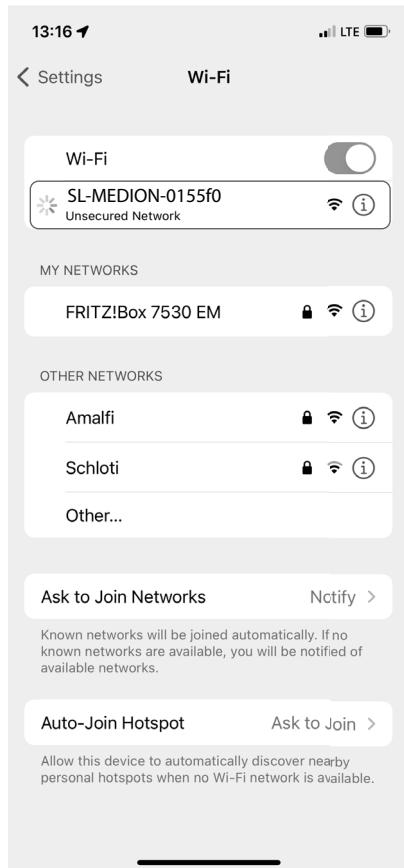

Fig. 9
- ▶ Sur votre smartphone/tablette, sélectionnez maintenant le réseau du robot aspirateur **SL-MEDION-XXX** sous « Réseaux disponibles » (**voir fig. 9**).